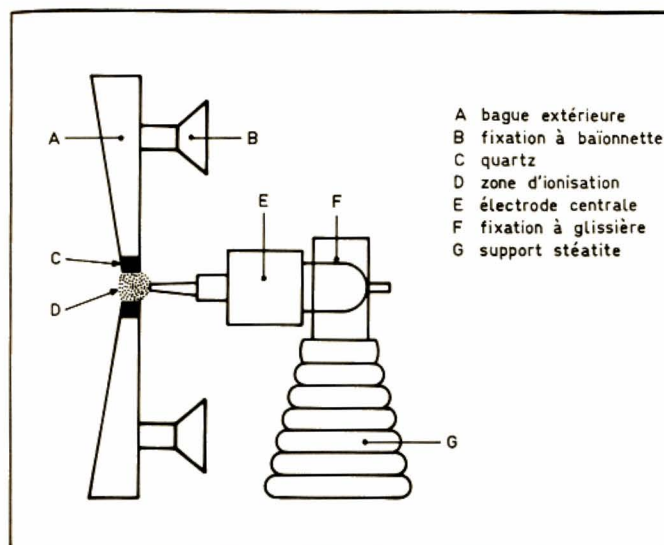

Fig. 10. - Haut-parleur ionique Realon : schéma de principe.
- utilisation d'une cellule démontable pour faciliter la maintenance, avec positionnement réglable de l'électrode, comme le montre la figure 10 ;